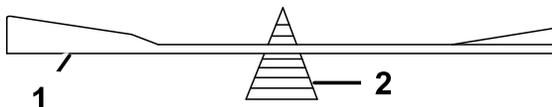

Figura 56
- Verifique el equilibrio de la cuchilla colocándola sobre un equilibrador de cuchillas (Figura 56).